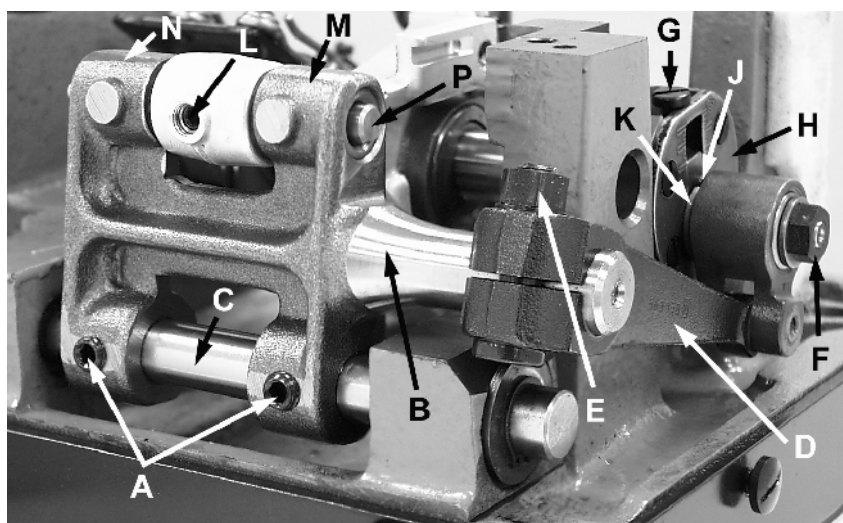

Fig 11
El ajuste lateral se efectúa soltando los tornillos (A, Fig. 11) y moviendo suavemente el accionador de la alimentación (B) en su eje (C) hasta lograr la posición requerida. Después apriete los tornillos otra vez. Revise que el brazo (D) del accionador se mueva libremente después del ajuste.
Para centrar el diente alimentador hacia delante y atrás, suelte la tuerca (E, Fig. 11), mueva el accionador de la alimentación (B) como requerido y apriete la tuerca otra vez.
Para ajustar el largo de la puntada, suelte la tuerca (F, Fig. 11) al final del eje para regular la puntada, media vuelta (tiene rosca izquierda) y gire el tornillo de ajuste (G), que se encuentra debajo del del final izquierdo de la tapa de la máquina en la cabeza del eje principal (H), que tiene la marca "L" y "S". Girando el tornillo en sentido con el reloj, acorta el largo de la puntada (mueve el eje para regular la puntada hacia el "S") y girando en sentido contra el reloj, alarga el largo de la puntada (mueve el eje para regular la puntada hacia el "L"). Apriete la tuerca otra vez. Para evitar daños al rodamiento de la alimentación, asegúrese que el tornillo (J) encaja en la ranura de forma "U" en la pieza (K).
El conjunto del accionamiento del transporte puede requerir lubricación y reparación después de cierto tiempo de operación. Esto se hace de la siguiente manera: Suelte la tuerca (E, Fig. 11) y remueva la tuerca (F). Remueva el brazo del accionamiento del transporte (D) de la máquina moviéndolo suavemente. Suelte los tornillos (A) y remueva el anillo tope en el lado derecho del eje (C). Ahora se puede retirar el eje. Suelte el tornillo Allen (L) y remueva el eje (M). Ahora se puede engrasar el rodamiento.
Para engrasar los rodamientos, las piezas deben estar limpias y la grasa debería ser aplicada directamente desde su envase para evitar contaminación. La grasa se ordena bajo el número de parte 28604P. Rodamientos engrasados ver (N, P, Fig.11). Si reemplaza rodamientos engrasados sellados, deberá introducirlos con presión alineadamente en la carcasa. Para montarlos tiene que empezar con el final reducido del eje girándolo suavemente cuando pase por los sellos de grasa para evitar daños. Revise el ajuste del diente alimentador como está descrito bajo AJUSTE DEL DIENTE ALIMENTADOR. Revise que todas las conexiones se muevan libremente.